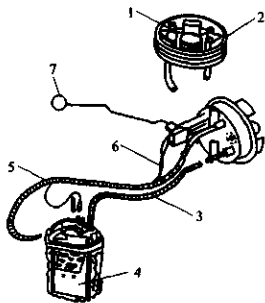

图 2-96 燃油泵及附件
燃油泵及附件如图 2-96 所示。
7) 用专用工具拧紧大螺母，见图 2-96 所示。